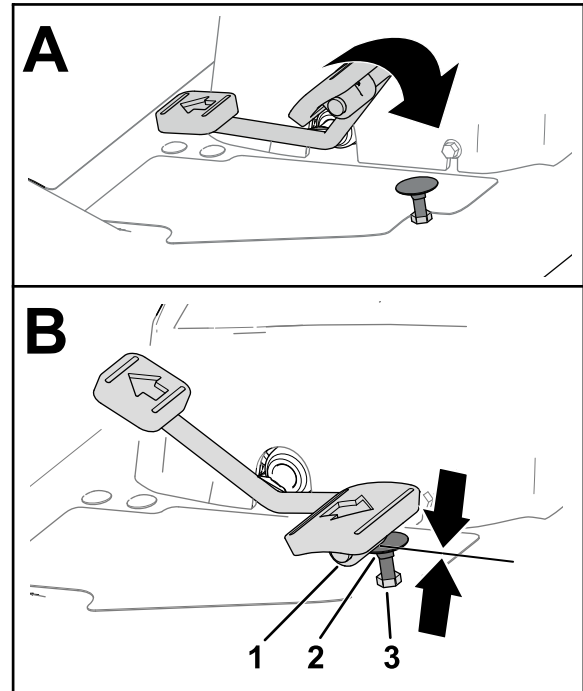
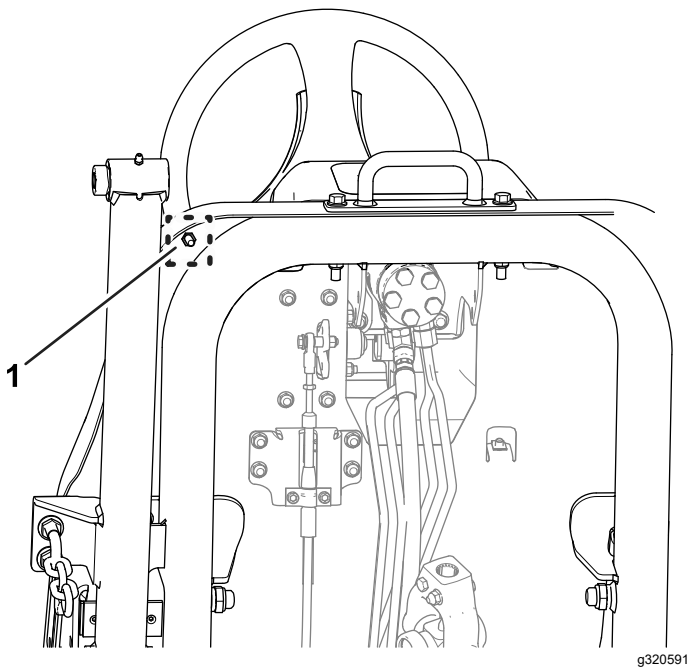

Bild 81
Bild 82
- A. Halten Sie den Fahrpedalanschlag (**Bild 81**) mit einem Schraubenschlüssel fest.
- B. Lösen Sie die Klemmmutter an der Unterseite der Fußplattform-Platte (**Bild 82**).
1. Drücken Sie das Fahrpedal ganz durch (**Bild 81**).
- C. Bewegen Sie das Fahrpedal in die Vollgas-Stellung (**Bild 81**).
- D. Den Fahrpedalanschlag festhalten, die Klemmmutter oberhalb der Fußplattform-Platte (**Bild 81**) einstellen, bis das Fahrpedal den Anschlag berührt.
- F. Halten Sie den Fahrpedalanschlag fest und ziehen Sie die Klemmmutter an der Unterseite der Fußplattform-Platte (**Bild 81** und **Bild 82**) auf 37-45 N·m an.